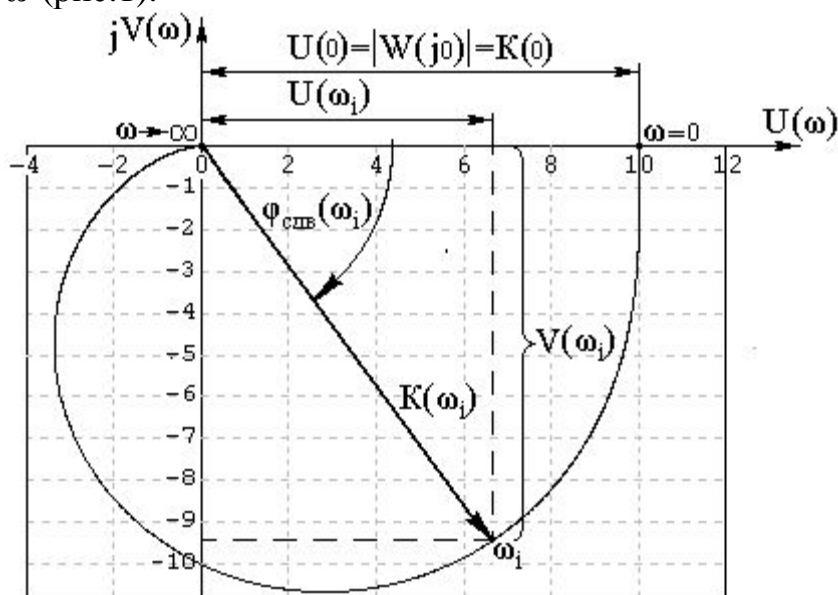

Рис.1
Амплитудно-фазовую частотную характеристику (рис.1) можно получить из передаточной функции (1), положив  $s = j\omega$  и придав символу  $\omega$  смысл круговой частоты. В этом случае получается частотная передаточная функция  $W(j\omega)$ , представляющая комплексную функцию частоты  $\omega$ . Алгебраическая форма записи  $W(j\omega)$ :
где  $U(\omega)$  – действительная, а  $V(\omega)$  – мнимая частотные характеристики, позволяет в декартовых координатах комплексной плоскости с горизонтальной осью  $U(\omega)$  и вертикальной осью  $V(\omega)$  построить АФЧХ как параметрически заданную функцию, независимой переменной которой является частота  $\omega$  (рис.1).
Для каждой частоты амплитуда и фазовый сдвиг выходного сигнала будут иметь свои значения. АФЧХ несет информацию о коэффициенте передачи  $K(\omega_i)$  (в виде длины вектора  $|K(\omega_i)|$ ) и фазовом сдвиге  $\varphi_{сдв}(\omega_i)$  в виде угла между положительным направлением действительной оси и вектором  $K(\omega_i)$  рис.1.